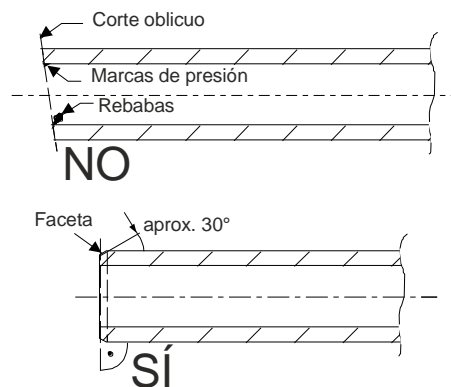

Fig. 36 Corte del tubo
- Los tubos se cortarán con un cortatubos a la medida adecuada. Los cortes deben realizarse en ángulo recto respecto al eje del tubo. Deben retirarse las rebabas que pudieran aparecer (Fig. 36).
- Los extremos de cada segmento de tubo deben achaflanarse ligeramente con una herramienta adecuada, por ejemplo, un pelatubos (faceta), Fig. 36.